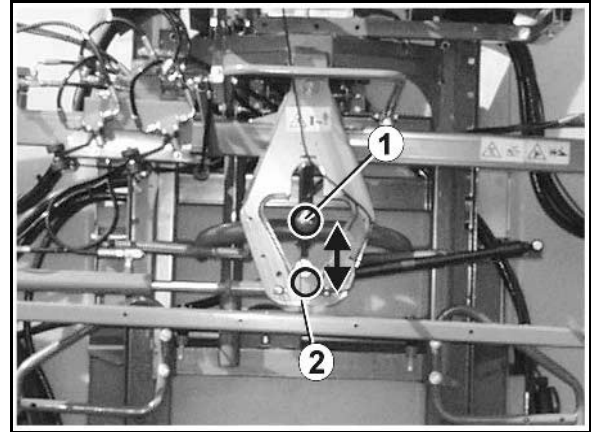

Fig. 83
Svingningsudligningen (Fig. 83/1) låses op:
- Svingningsudligningen (Fig. 83/1) er låst op, når symbolet med den åbne lås vises på displayet ved **AMATRON⁺**.
- Svingningsudligningen (Fig. 83/1) bliver låst op og den udklappede sprøjtebom kan nu svinge frit i forhold til bomholderen. Her er svingningsudligningens beskyttelsesindretning fjernet for at give bedre overblik.
Svingningsudligning (Fig. 83/2) låses:
Svingningsudligningen (Fig. 83/2), er låst, når symbolet med den lukkede lås vises på displayet på **AMATRON⁺**.